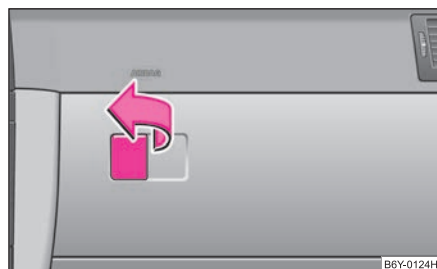

Fig. 74 Tableau de bord: Vide-poches côté passager avant
- Tirez la poignée du couvercle dans le sens de la flèche ⇒ fig. 74 et faites pivoter le couvercle vers le bas.